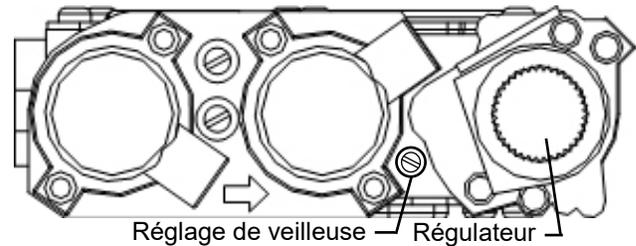

Figure 37. Réglage manuel des flammes.
2. **FLAMME DE LA VEILLEUSE** : On peut surveiller la flamme de la veilleuse située sous la bûche arrière. Voir fig. 35. La flamme de veilleuse doit être stable – sans vaciller, diminuer ni augmenter. La flamme doit être de couleur bleue autour du capuchon de veilleuse, avec des traces de jaune près des bords externes. La flamme de veilleuse doit couvrir 1/8 po du détecteur de flamme. La flamme de veilleuse, qui sort de l'orifice par le capuchon de veilleuse, doit être dirigée vers les trous perforés du plateau de brûleur. Ajustez la flamme de veilleuse par la vis de réglage située à gauche du régulateur de la valve (voir fig. 37).
3. **RÉGLAGE MANUEL DU BRÛLEUR** : Ce poêle est doté d'une valve de contrôle de gaz à débit variable qui permet le réglage manuel de la hauteur des flammes et de la puissance de chauffage. Pour régler l'intensité des flammes, tournez le bouton du régulateur (fig. 37).